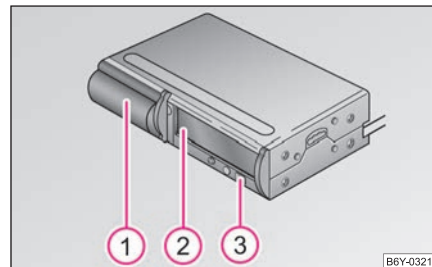

Fig. 99 Changeur de CD
- Ouvrir complètement la fermeture du réceptacle ① ⇒ fig. 99.
- Appuyez sur la touche ③. Le chargeur ② sort automatiquement.